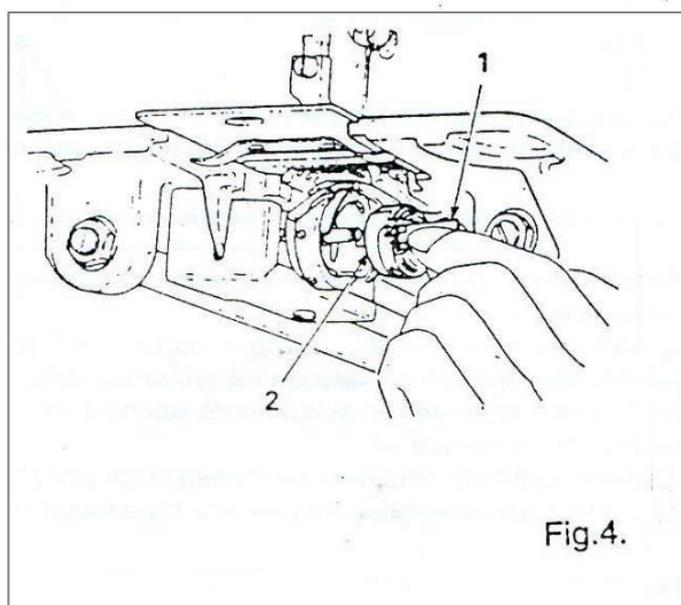

Fig.4.
1. Наденьте шпульку (5) (Рис. 4) на шпindelю шпульной моталки (6). Протяните игольную нить сквозь отверстие в пластине нитеводителя (7) и вставьте ее между двумя пластинами (8). После того, как игольная нить наматывается на шпульку в несколько мотков, потяните вниз ограничительную пластину (9) так, чтобы колесо шпульной моталки прижалось к приводному ремню. В процессе работы швейной машины шпульная моталка будет работать автоматически. После того, как шпулька будет полностью намотана, шпульная моталка остановится автоматически.
2. Проследите за тем, чтобы шпульная нить наматывалась на шпульку ровно и плотно. Изменяя силу давления натяжной пластины (8), регулируют натяжение шпульной нити при намотке, а изменяя положение пластины нитеводителя (7), регулируют ровность намотки нити на шпульку. Не переполняйте шпульку при намотке. Нить должна быть намотана на 0,5-1 мм меньше, чем внешний диаметр шпульки. Количество наматываемой на шпульку нити регулируют, изменяя положение ограничительной пластины (9).